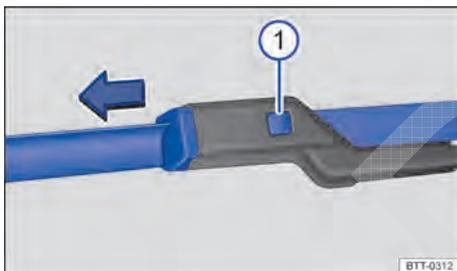

Fig. 134 Substituir as palhetas dos limpadores do para-brisa.
- Manter o botão de destravamento → Fig. 134 ❶ pressionado e, ao mesmo tempo, retirar a palheta do limpador do para-brisa no sentido da seta.